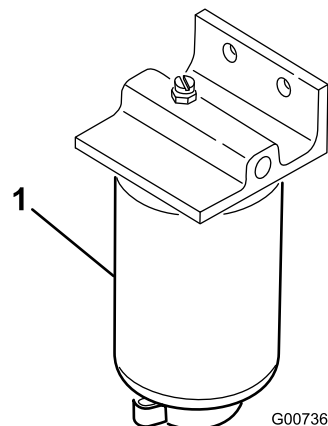

Figura 33
1. Mettete un contenitore pulito sotto il filtro del carburante(Figura 33).